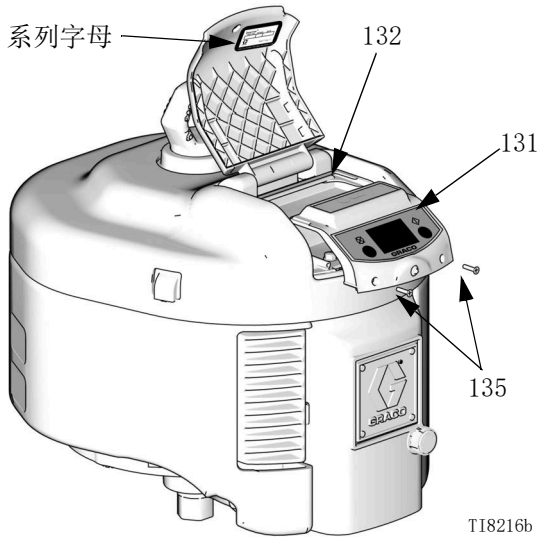

图 4: 取出 DataTrak 模块
1. 卸下两个螺丝 (135)。小心地将 DataTrak 模块 (131) 从罩 (132) 内推出。请参见图 4。